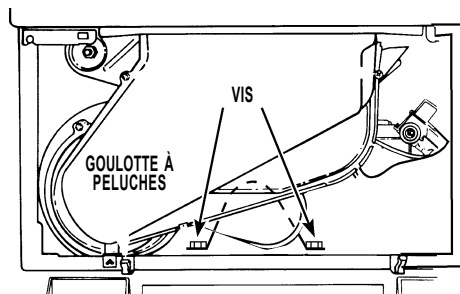

FIGURE 3
4. Ouvrir la porte et enlever le filtre à peluches. Utiliser un tourne-écrou de 1/4 po pour enlever les deux (2) vis fixant la goulotte à peluches sur le carter du ventilateur. Enlever la goulotte à peluches.
- Dans le cas d'un appareil à gaz, il sera nécessaire d'enlever la bride du brûleur pour pouvoir accéder au conduit d'évacuation. Pour cela, ôter les deux (2) vis fixant la bride sur la base de la caisse. On peut alors extraire le sommet de la bride de l'ensemble du brûleur. Pour enlever le conduit d'évacuation, accéder à travers l'ouverture pour ôter les deux (2) vis de la bride U sur le conduit d'évacuation. Retirer le conduit d'évacuation à travers le carter du ventilateur (tirer) et faire passer le conduit d'évacuation à travers l'ouverture de l'avant. Veiller à ne pas endommager les conducteurs présents dans la cavité. Voir Figure 3.
- Prendre le conduit d'évacuation (avec bride) fourni dans l'ensemble à installer; placer l'extrémité dans le carter de ventilateur. Avec un tourne-écrou de 1/4 po, fixer la bride sur la base de la caisse, avec les deux (2) vis fournies. Voir Figure 3.